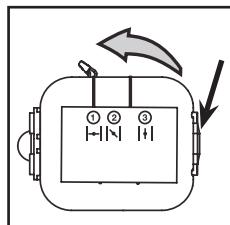

Fig. 25
**1.** Para abrir a tampa do filtro, empurre a aba de travamento do lado direito da tampa e puxe a tampa do filtro de ar levemente para fora e para a esquerda (Fig. 25).